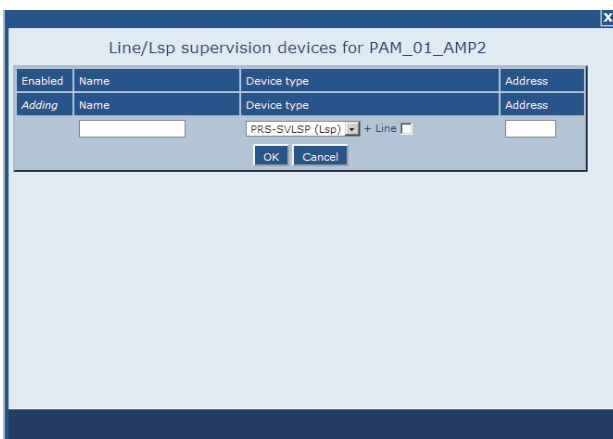

abbildung 44.16: Überwachungsgerät hinzufügen, Schritt 2
- 2 Klicken Sie auf die Schaltfläche *Add*, um dem Audio-Ausgang ein neues Überwachungsgerät hinzuzufügen. Es erscheint ein Bildschirm, der dem in abbildung 44.16 ähnelt.